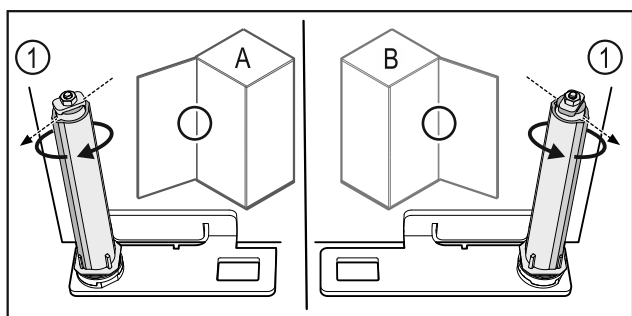

Fig. 55 Vänsterhängd (A)/högerhängd (B)
- ▶ Vrid låssystemet mot motståndet, tills låssystemets klack Fig. 55 (1) är vänd utåt.